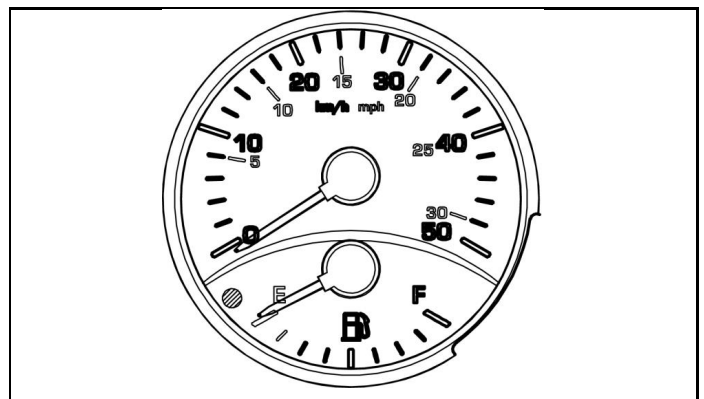

Abb. 5-91
2. FNR-Schalter (1) nach oben drücken.
- Die Funktion "Vorwärts fahren" ist aktiviert. Auf dem Armaturenbrett leuchtet die Kontrollleuchte "Fahrtrichtung vorwärts" (2).
- Das Tachometer (Abb. 5-91) zeigt die aktuelle Fahrgeschwindigkeit.